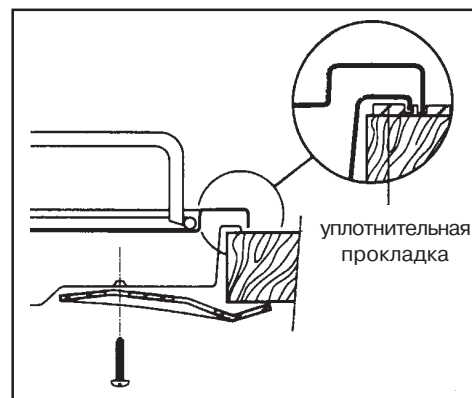

Рис. 8
- 3) Закрепите варочную панель винтами (рис. 8). При затягивании винтов уплотнение может выступить из-под панели, эти излишки можно затем удалить.